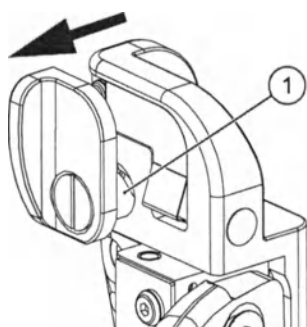

Рис. 5.70 Высвобождение фиксирующего рычага
Освобождение рычага обеспечивается соответствующей пружиной. Сквозной штифт (1) (см. Рис. 5.70), соединяющийся с устройством иммобилизации, также высвобождается и позволяет отсоединить устройство иммобилизации (если оно подсоединено).